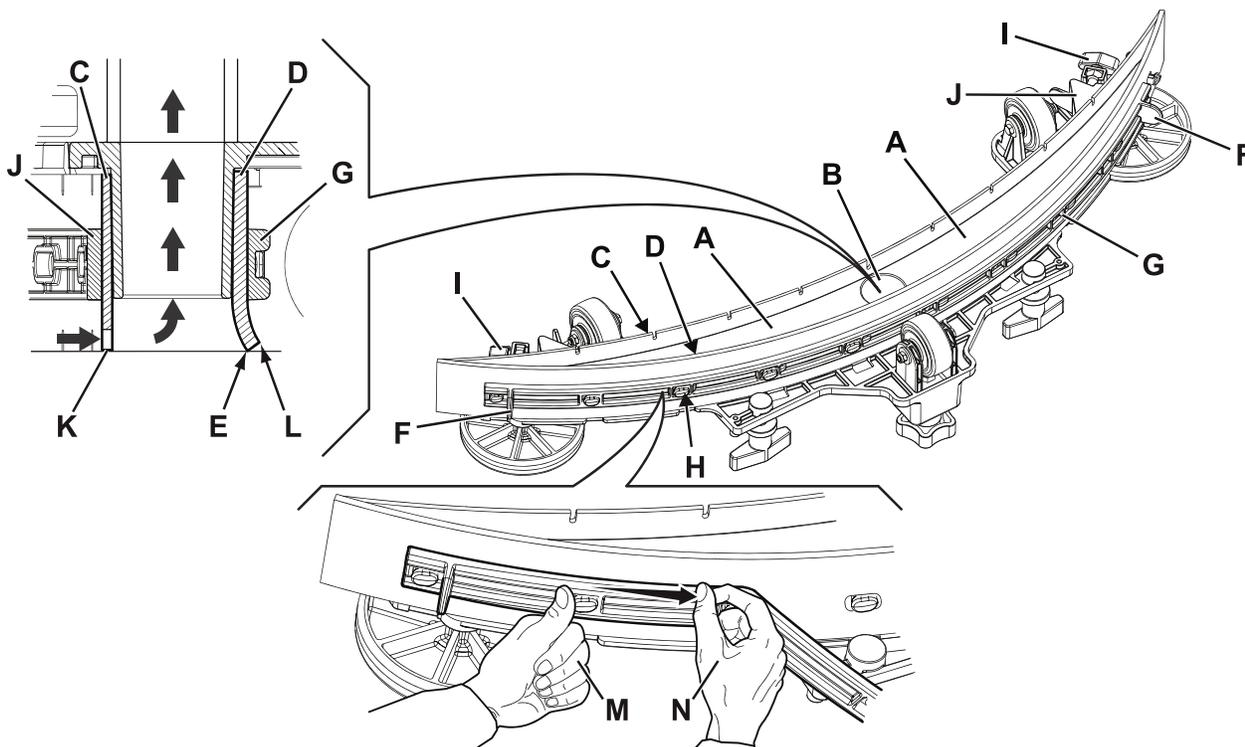

Figure 7
2. S'assurer que la machine est éteinte et (si présente) avec la clé de contact (41) retirée.
3. Desserrer les boutons (14) et déposer l'embouchure (29).
4. Laver et nettoyer l'embouchure. Nettoyer en particulier les compartiments (A, Fig. 7) et l'orifice (B) de la saleté et des déchets. Contrôler que la lamelle en caoutchouc avant (C) et la lamelle en caoutchouc arrière (D) sont intactes et qu'elles ne présentent pas de coupures ou déchirures ; en cas contraire, les remplacer comme indiqué au paragraphe suivant.
2. Contrôler que la lamelle en caoutchouc avant (C, Fig. 7) et la lamelle en caoutchouc arrière (D) sont intactes et qu'elles ne présentent pas de coupures ou déchirures ; en cas contraire, les remplacer en procédant comme suit. Contrôler que l'arête avant (E) de la lamelle en caoutchouc arrière n'est pas usée ; en cas contraire, tourner la lamelle en caoutchouc, en remplaçant l'arête usée avec l'une des trois arêtes intactes. Si toutes les arêtes sont usées, remplacer la lamelle en caoutchouc en procédant comme suit :
- À l'aide de la lamelle (F), libérer et retirer la bande élastique (G) des dispositifs de retenue (H), puis remplacer/reverser la lamelle en caoutchouc arrière (D).
- Monter la lamelle en caoutchouc arrière dans l'ordre inverse par rapport au démontage. Fixer la bande élastique (G) aux dispositifs de retenue (H) à partir d'un côté. Fixer les dispositifs de retenue un à un, en bloquant la bande avant le dispositif de retenue d'une main (M) et en la tirant avec l'autre main (N) pour faciliter la fixation.
- Dévisser les boutons (I) et enlever la bande de retenue (J), puis remplacer/reverser la lamelle en caoutchouc avant (C).
3. Reposer l'embouchure (29) et serrer les boutons (14).
- Vérifier que le rabat (K) de la lamelle en caoutchouc avant (C) et le rabat (L) de la lamelle en caoutchouc arrière (D) posent comme indiqué sur la figure.
- Pour le réglage, utiliser la manette (15).